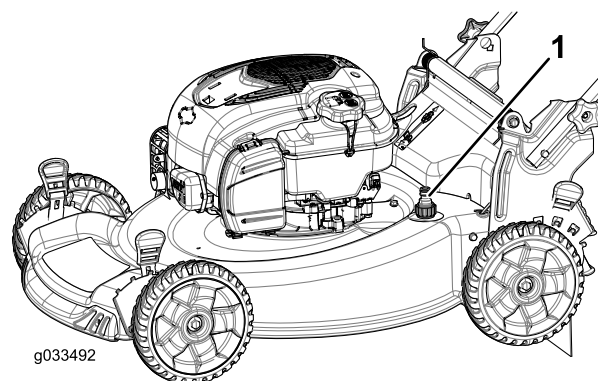

Figure 38
5. Branchez un tuyau d'arrosage, relié à une arrivée d'eau, au raccord de lavage (Figure 38).